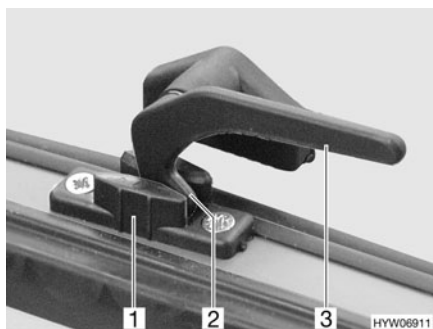

Fig. 52 Palanca de bloqueo en la posición de "ventilación continua"
- En la posición "ventilación continua" (Fig. 52)
- Girar la palanca de bloqueo (Fig. 52,3) un cuarto de vuelta hacia la mitad de la ventana.
- Girar de nuevo hacia atrás la palanca de bloqueo. El saliente de bloqueo (Fig. 52,2) se ha de introducir para ello en el rebaje del bloqueo de la ventana (Fig. 52,1).